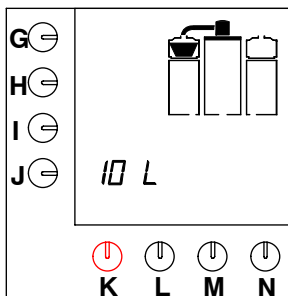

Fig. 9 Tempo di gocciolamento
- Non appena il contenitore del caffè è stato riempito, sullo schermo lampeggia il cestello filtrante in relazione al tempo di gocciolamento (vedere fig. 9).
- Si accende la spia luminosa. Sullo schermo vengono visualizzate le impostazioni standard, vedere fig. 9 .